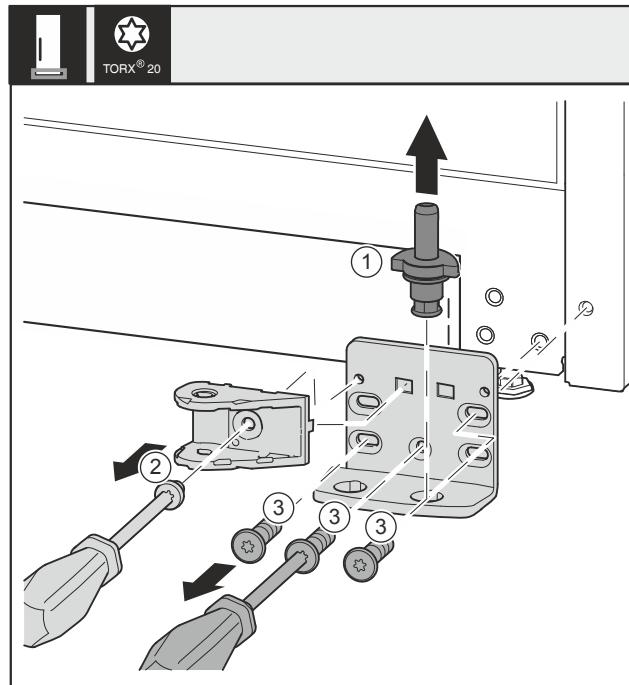

Fig. 33 \*
- Lagerbolzen Fig. 33 (1) komplett nach oben herausziehen.\*
- Schraube Fig. 33 (2) mit Schraubendreher herausdrehen und Schließdämpferverbindung abnehmen.\*
- Schrauben Fig. 33 (3) mit Schraubendreher herausdrehen und Lagerbock abnehmen.\*